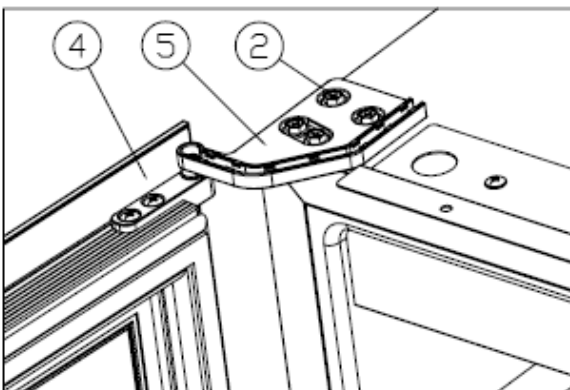

Figure 6
Tournez la porte (4) de 180 degrés, et insérez la charnière inférieure droite (5), vissez les vis M5*16 (2). [Figure 6]